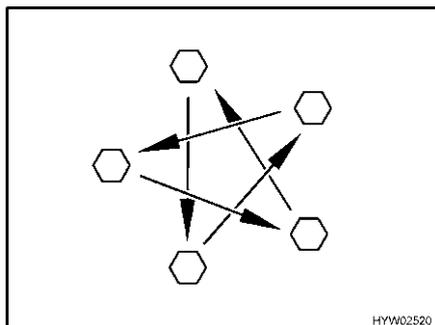

Fig. 292 Serrer en croix les écrous ou les boulons de roue
- Vérifier régulièrement le serrage des écrous ou des boulons de roues. Resserrer alternativement et en croix (Fig. 292) tous les écrous ou les boulons de roue 50 km après le changement d'une roue.
- ▷ Serrer en croix les écrous ou les boulons de roue (Fig. 292).